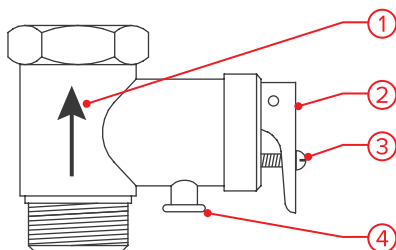

Рис. 2
Клапан предохранительный (клапан избыточного давления) устанавливается на магистраль холодной воды перед входом в водонагреватель (рис. 2). Клапан предохранительный предназначен для предотвращения выхода воды из водонагревателя в магистраль холодной воды и защиты от избыточного давления в 6 атм. и более в накопительном баке.
3. Присоедините клапан предохранительный (рис. 2) к магистрали холодной воды.
5. Присоедините шланг с внутренним диаметром 7 мм. одной стороной к патрубку выходному (рис. 2, пункт 4) на предохранительном клапане и затяните хомутом а вторую сторону заведите в сливную канализацию. Отвинтите винт фиксирующий ручку сброса избыточного давления.
10. При нагреве воды в водонагревателе из-за расширения и повышения внутреннего давления, возможно появление нескольких капель из выходного патрубка (рис. 2, пункт 4) на клапане предохранительном. Это естественный физический процесс и не является дефектом изделия.